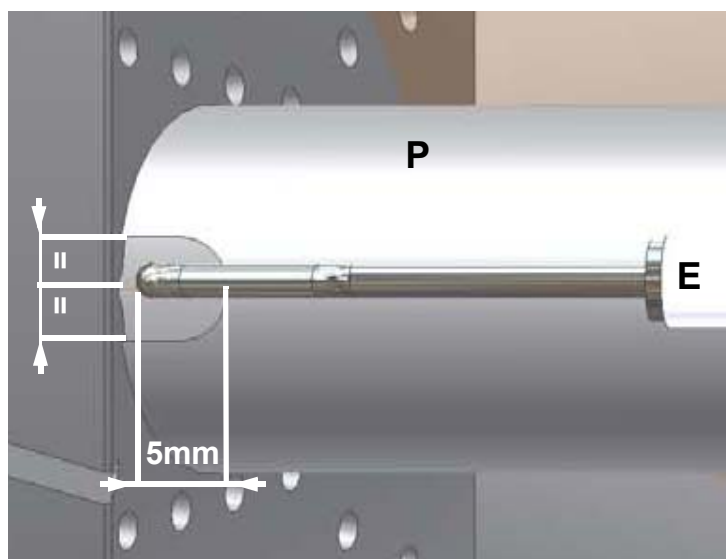

Fig. 12
- 2 scollegare il cavo (CE) dell'elettrodo (E);
- 4 allentare la vite (B) del supporto di bloccaggio che assicura l'elettrodo di accensione (E) al pilota del bruciatore (P);
- 5 estrarre l'elettrodo e sostituirlo facendo riferimento alle quote mostrate in Fig. 12.